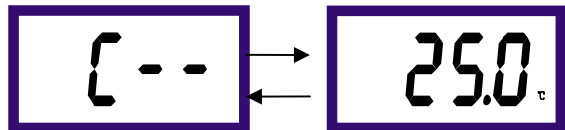

图 7-5
1. 正常测量状态下按 键, 时进入温补设置状态, 其显示状态如图 7-5 所示: